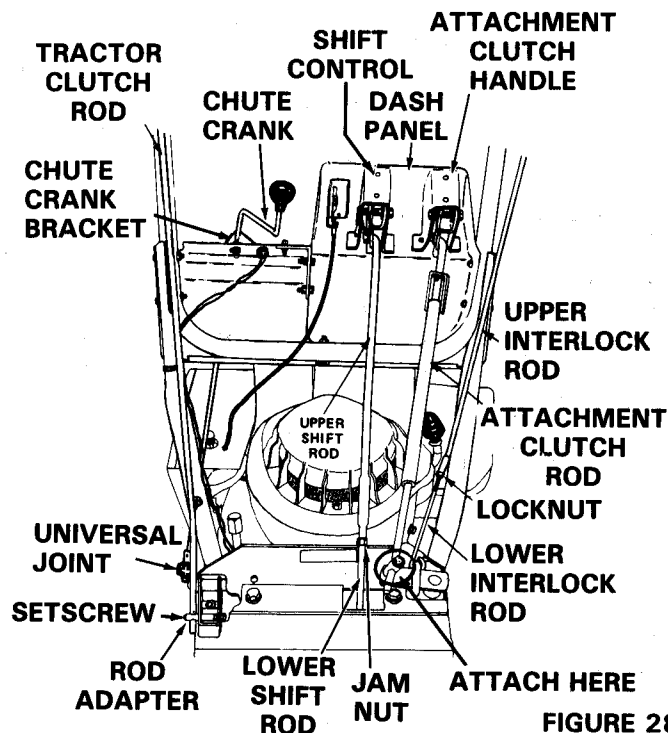

FIGURE 28
4. TRACTION CLUTCH — FIGURES 28 & 29